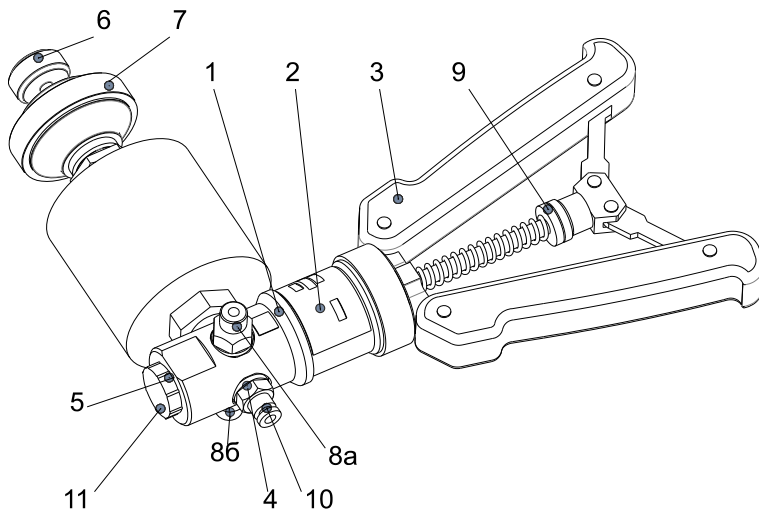

Рисунок 1 – Насос ручной пневматический ЭЛМЕТРО-ПРН-2,5
Маркировка насоса производится на табличке паспортной (поз. 2, рисунок 1).
Давление в системе создается с помощью рычажного механизма насоса (поз. 3, рисунок 1), узла точной настройки (поз. 7, рисунок 1), клапана сброса (поз. 6, рисунок 1) и переключателя режимов работы насоса (поз. 8а, 8б, рисунок 1).
- перевести насос в режим создания избыточного давления, нажав шток переключателя режимов работы насоса (поз. 8а, рисунок 1);
- закрыть клапан сброса (поз. 6, рисунок 1), вращая ручку клапана по часовой стрелке;
- максимально выкрутить ручку узла точной настройки (поз. 7, рисунок 1), а затем закрутить ее обратно на 4-6 полных оборотов;
- создать предварительное давление, близкое к требуемому значению с помощью рычажного механизма (поз. 3, рисунок 1);
- установить требуемое значение выходного давления вращением ручки узла точной настройки (поз. 7, рисунок 1).
- при недостаточности регулировки давления узлом точной настройки (поз. 7, рисунок 1) произвести дополнительную подкачку с помощью рычажного механизма (поз. 3, рисунок 1) или частичный сброс давления с помощью клапана сброса (поз. 6, рисунок 1).
- после завершения работы с насосом, сбросить давление в системе до атмосферного, вращая ручку клапана (поз. 6, рисунок 1) против часовой стрелки.
- перевести насос в режим создания разрежения, нажав шток переключателя режимов работы насоса (поз. 8б, рисунок 1);
- максимально выкрутить ручку узла точной настройки (поз. 7, рисунок 1);
- вращать ручку узла точной настройки (поз. 7, рисунок 1) по часовой стрелке, создавая необходимое давление до 1000 Па.
- приложить незначительное усилие для перемещения штока поршня рычажного механизма насоса (поз.3, рисунок 1) для увеличения давления на 1000 Па;
- вращать ручку узла точной настройки (поз. 7, рисунок 1) по часовой стрелке, создавая необходимое давление от 1000 до 2000 Па. Аналогичным образом создавать давления свыше 2000 Па.